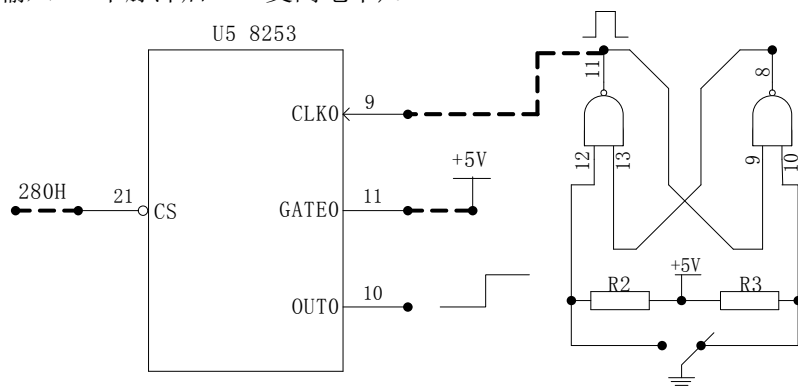

图4-8-1
- 1、按图4-8-1虚线连接电路，将计数器0设置为方式0，计数器初值为N( $N \leq 0FH$ )，用手动逐个输入单脉冲，编程使计数值在屏幕上显示，并同时用逻辑笔观察OUT0电平变化(当输入N+1个脉冲后OUT0变高电平)。